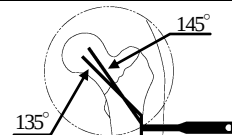

図1
- 骨折部の整復後、アングルチェッカーを患者大腿皮膚前面に置き、正面像で頸体角の確認を行い、皮切位置を決定します。（図1）